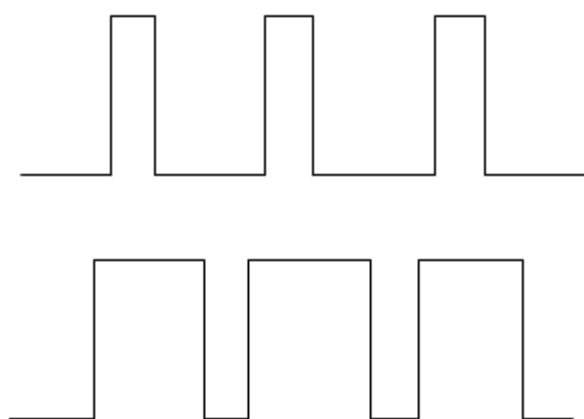

Рис. 10-25. Инверсия ширины импульса.
**Pulse width reverse** (инверсия ширины импульса): инверсия сигнала ШИМ (PWM), см. Рис. 10-25: